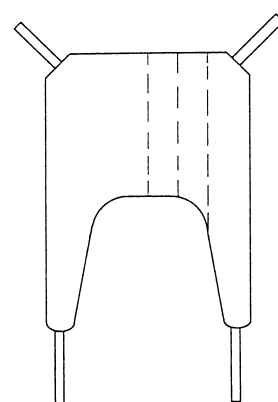

Abb. 4
- Den Gurt längs bis zur Hälfte einrollen (**Abb. 4**).